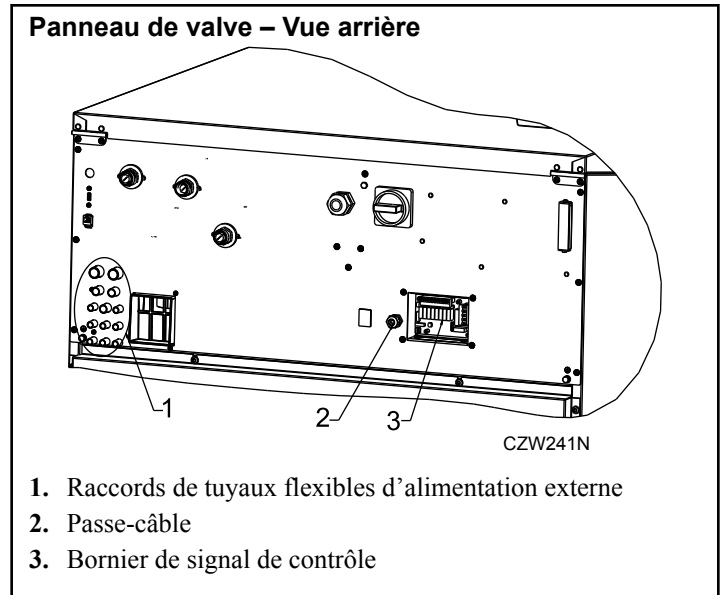

Figure 47
- Face à l'arrière de la machine, localiser les huit (8) raccords de tuyaux flexibles d'alimentation de 8 mm [5/16 pouce] situés sur le côté gauche du tableau de soupape. Voir *Figure 47*.
Le branchement électrique des signaux de commande (si utilisé) est situé à l'arrière du panneau. Voir *Figure 47*. Dans la boîte de jonction, il y a une étiquette pour la connexion électrique.
Cette fonction peut être activée par un contact extérieur, qui est connecté entre les broches ↑ et ↓. Voir *Figure 47*. Une telle connexion est possible seulement si les machines ont été commandées avec l'option « Retard de chauffage / Attente de la lessive ».